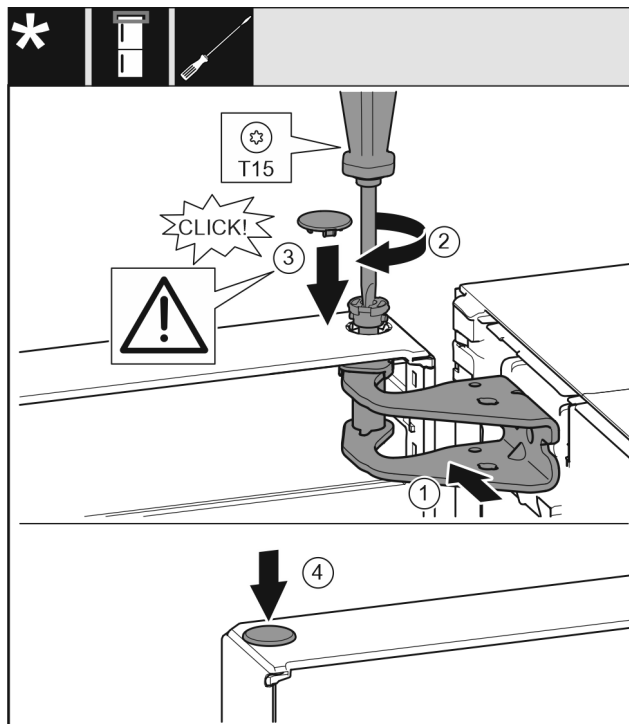

Fig. 18
- ▶ Poravnajte gornja vrata prema otvoru u podlošku ležaja. Fig. 18 (1)
- ▶ Umetnite svornjak i zavijte odvijačem T15. Fig. 18 (2)
- ▶ Montirajte sigurnosni pokrov radi osiguranja vrata: Umetnite sigurnosni pokrov i provjerite naliježe li na vrata. U protivnom u potpunosti umetnite svornjake. Fig. 18 (3)
- ▶ Umetnite čep. Fig. 18 (4)